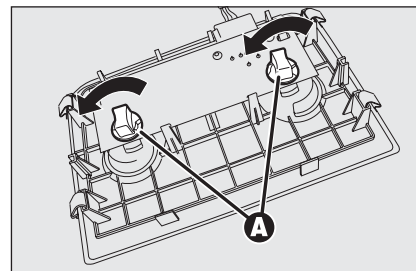

fig. 43
- ruotare in senso antiorario i due portalampade **A-fig. 43**, estrarre le lampade e sostituirle.